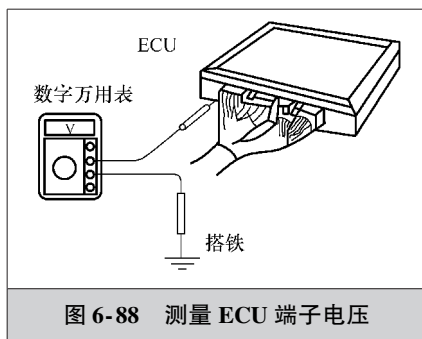

图 6-88 测量 ECU 端子电压
4) 如图 6-88 所示,依次将数字万用表红表笔从导线插接器的导线一侧插入,测量 ECU 各端子与搭铁之间电压。